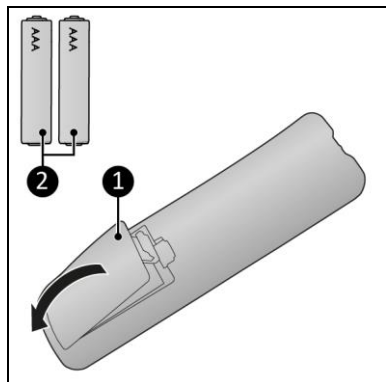

Abbildung 15
1. Entfernen Sie die Abdeckung (Abbildung 15, Pos. 1).
2. Legen Sie zwei Batterien (AAA 14 V) (Abbildung 15, Pos. 2) wie im Batteriefach angegeben ein. Stellen Sie sicher, dass die Batterien richtig eingelegt sind.